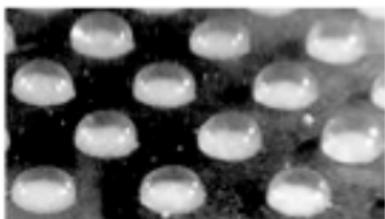

Fig. 1
8. Når tidsakeren piper, må du sjekke mikrodomene for å se om alle er klare for innsamling – hevede, klare og skinnende. (Fig. 1)